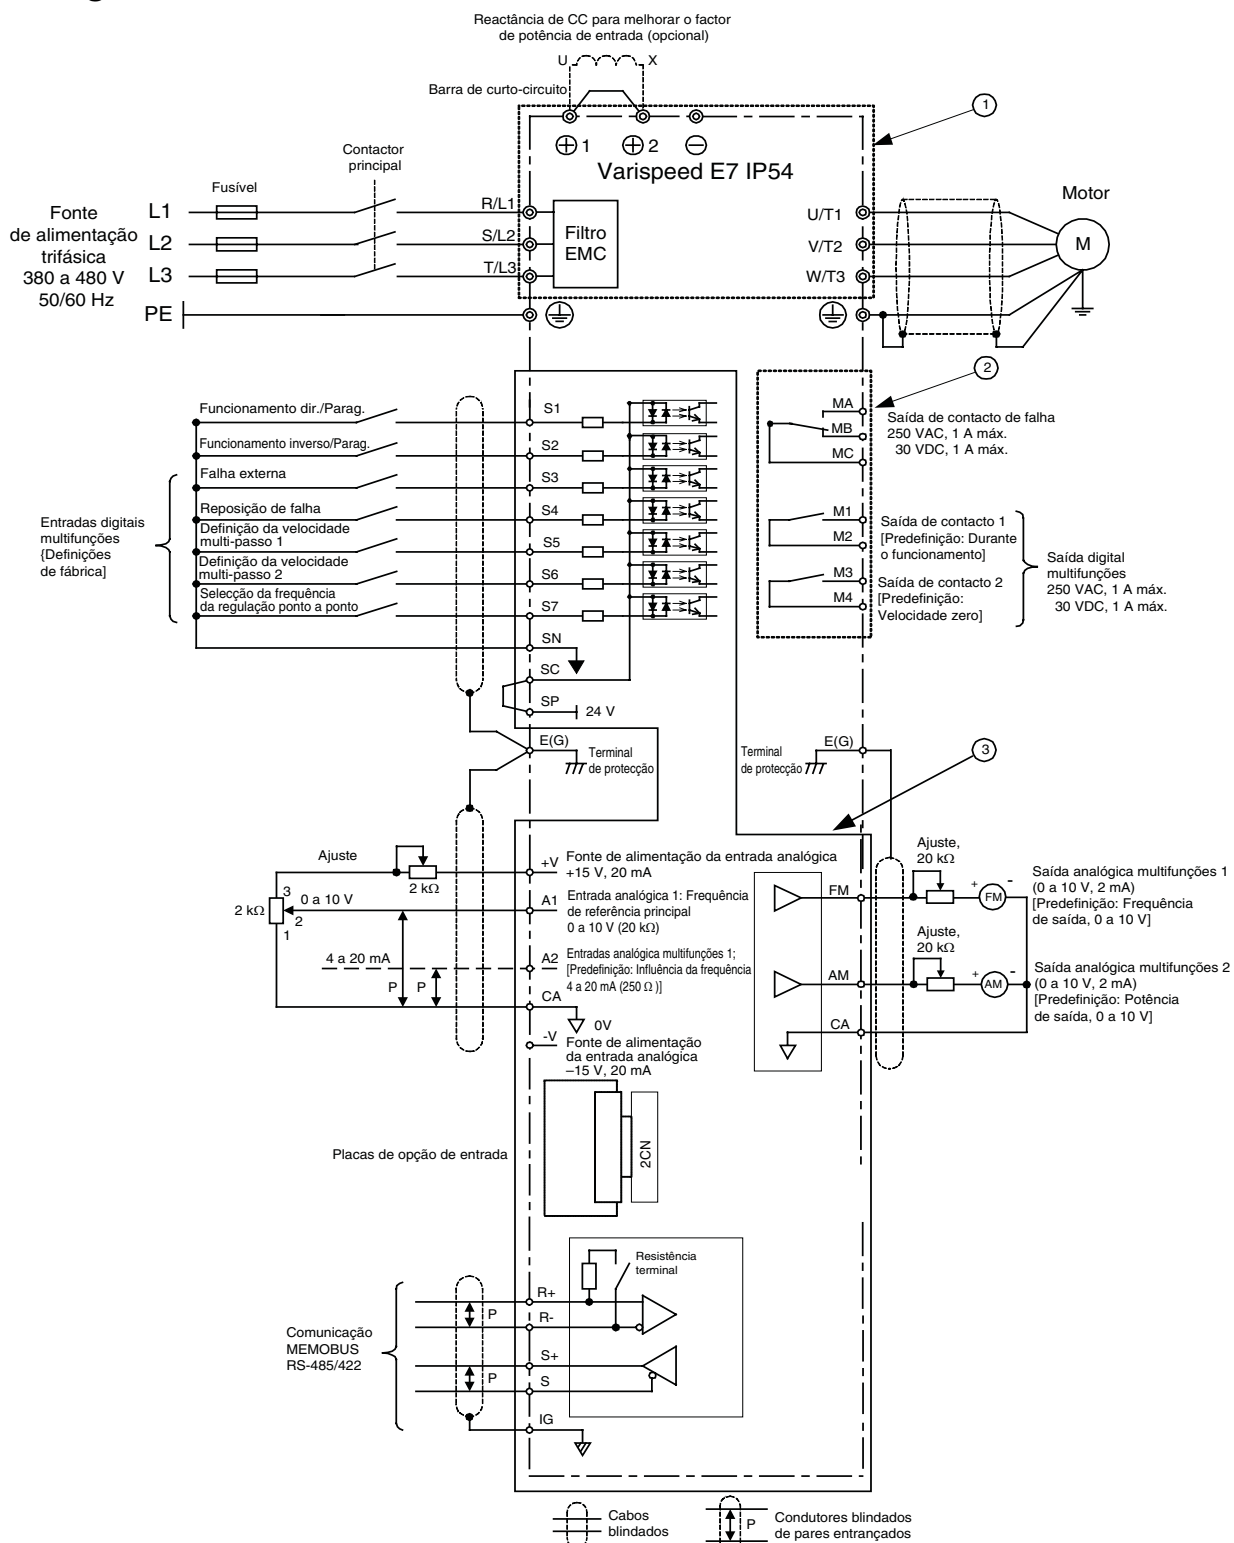

Fig 2 Diagrama de ligações
- Na Fig 2, a ligação das entradas digitais S1 a S7 é mostrada para a ligação dos contactos ou transistores NPN (comum de 0 V e modo NPN). Esta é a configuração predefinida. Para ligação dos transistores PNP ou para utilizar uma fonte de alimentação externa de 24 V consulte a Tabela 3.